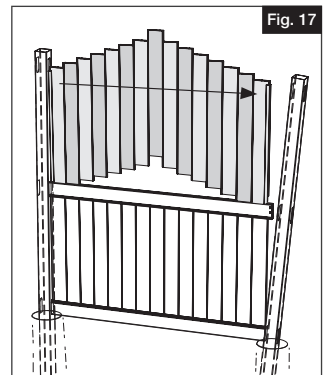

Fig. 17
- Inserte los tabloncillos superiores en el travesaño intermedio y compruebe que haya canales en U en ambos extremos. Empiece con el primer poste instalado y trabaje en dirección del segundo poste (Fig. 17).